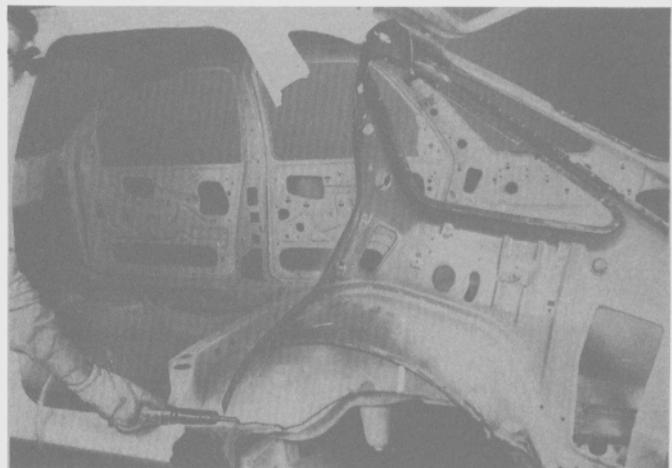

Fig. 238
- Cortar el panel interior (Fig. 238).